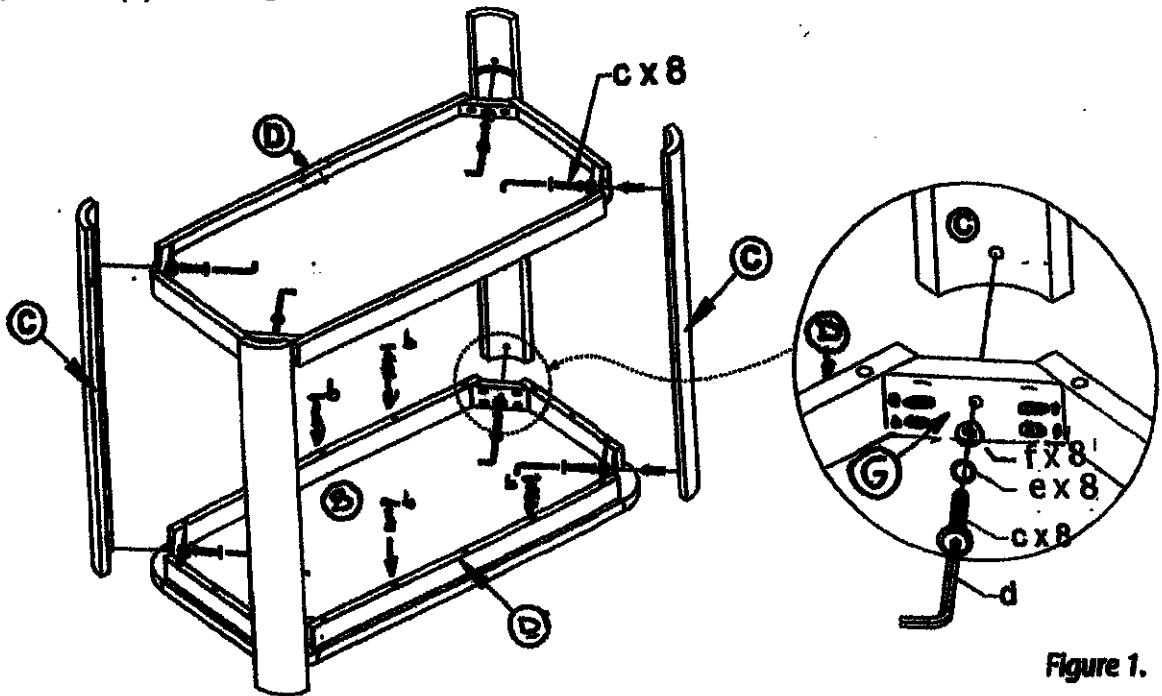

Figure 1.
Attach the corner post (C) to the long lateral supports (D) and the short side supports (F) Using the angular (G) with the bolts (c). Then fixed the bottom panel (B) with the bolts (b). see fig 1.
Fixer le poteau de coin (C) à l'appui lateral longue (D) et aux supports laterales courtes (F) En utilisant le angulaire (G) avec les boulons (c). Puis fixe le panneau au de fond (B) avec les boulons (b). Voir fig. 1